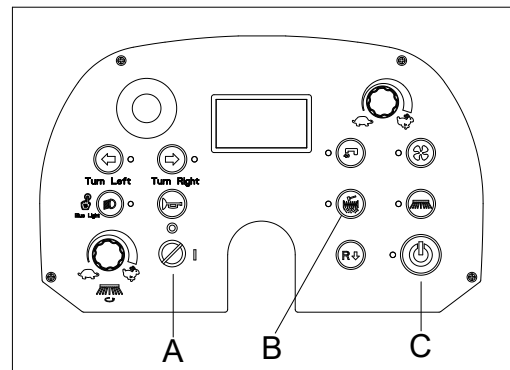

**Figura 15**
1. Pulse al mismo tiempo el «botón de aspiración» (A, figura 15) y el «botón de la bomba» (B, figura 15).
2. Introduzca la llave de encendido (C, figura 15) y colóquela en la posición «I».
3. Varios segundos más tarde, entre en el sistema seleccionando la modalidad configuración usuario (Figura 15).
4. Desenganche el «botón de aspiración» (A, figura 15) y el «botón de la bomba» (B, figura 15).
5. Pulse el «botón giro a la izquierda» (E, Figura 15) para seleccionar el elemento 4 «4Water Spray Spd» (Velocidad pulverización del agua) (F, Figura 15)
6. Pulse el «botón de aspiración» (A, Figura 15) y el «botón de la bomba» (B, Figura 15) para seleccionar el valor de la velocidad de pulverización de agua (50%, 60%,70%...) (G, Figura 15).
7. Pulse el «botón del faro delantero» (D, Figura 15), aproximadamente 1 segundo después la pantalla muestra «Update OK» (Actualización OK), lo que indica que el caudal de pulverización del agua está configurado, luego reinicie la máquina. (C, figura 7).